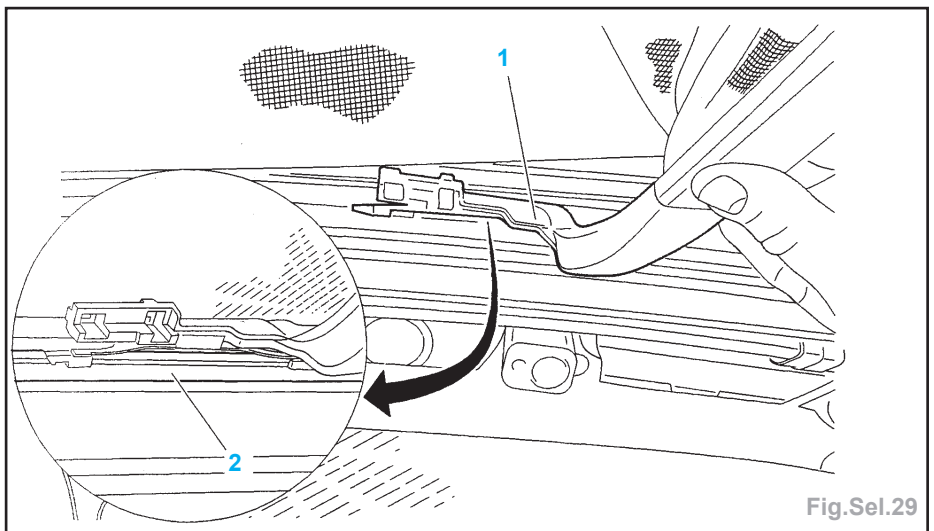
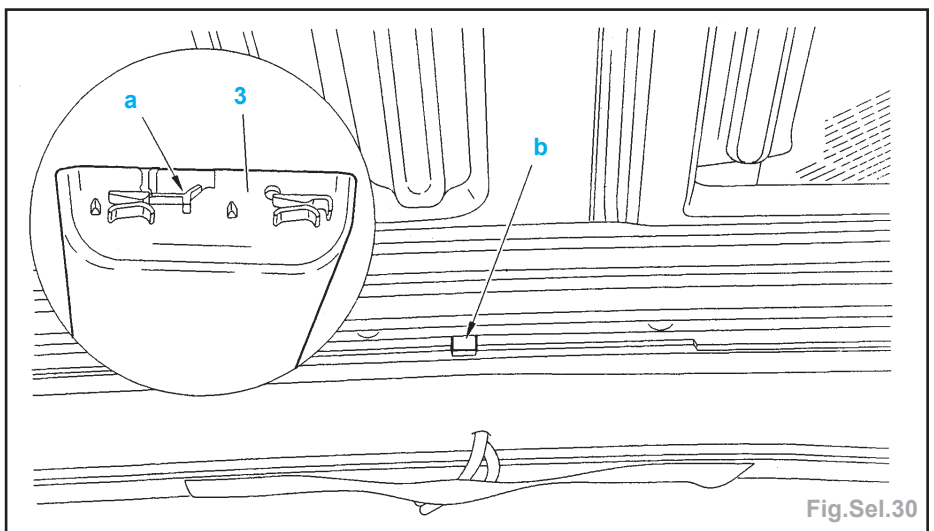

Fig.Sel.29
Fig.Sel.30
- Déclipper l'arceau de poignée AV D et G assemblé (1) du rail de guidage (2) (Fig.Sel.29).
- Dégager l'arceau de poignée (1).
- Pousser sur la cassette rideau (3) vers l'AV du véhicule pour le déclipper en «a» et le dégager de l'encoche «b» de la glissière (Fig.Sel.30).
- Déposer la cassette rideau (3).